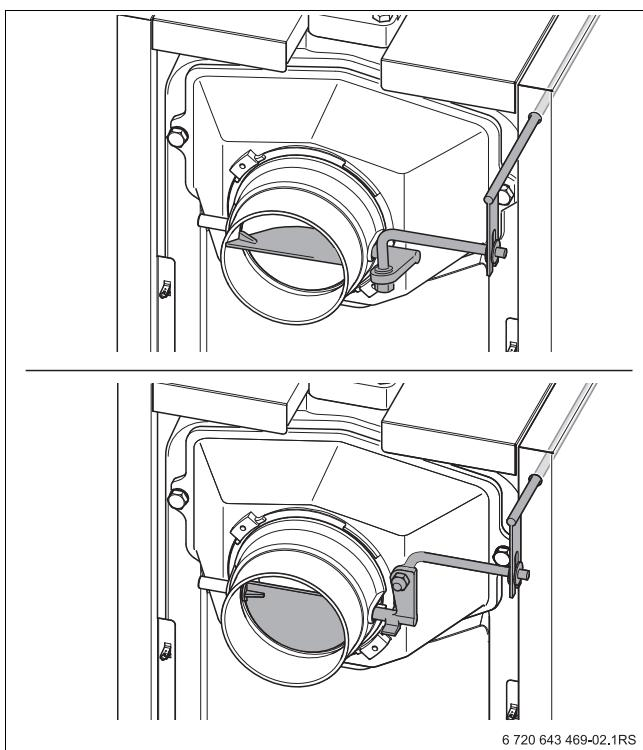

Рис. 8 Дымовая заслонка (вверху открыта; внизу закрыта)
- Чтобы предотвратить потери тепла в дымовой трубе, по возможности в зависимости от тяги прикройте дымовую заслонку (→ рис. 8, нижний).
- Если дымовые газы выходят плохо (недостаточная тяга), то снова откройте дымовую заслонку (→ рис. 8, верхний).
- Откройте дымовую заслонку для снижения выхода дыма в помещение при загрузке топлива (→ рис. 8, стр. 11, верхний).
- ▶ Закройте загрузочную дверцу [1] и дымовую заслонку (→ рис. 8, стр. 11).